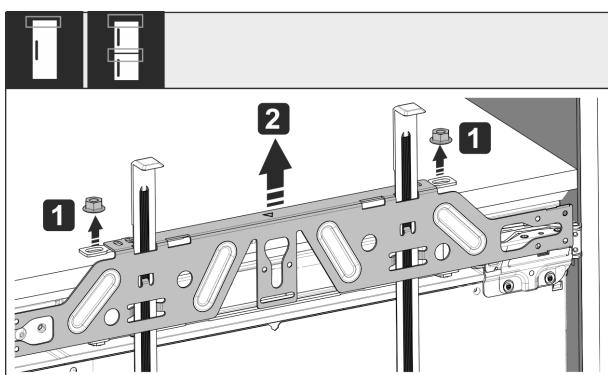

Fig. 54
- ▶ Otpustite protumaticice Fig. 54 (1).
- ▶ Skinite Fig. 54 (2) pričvrsnu poprečnu letvicu.